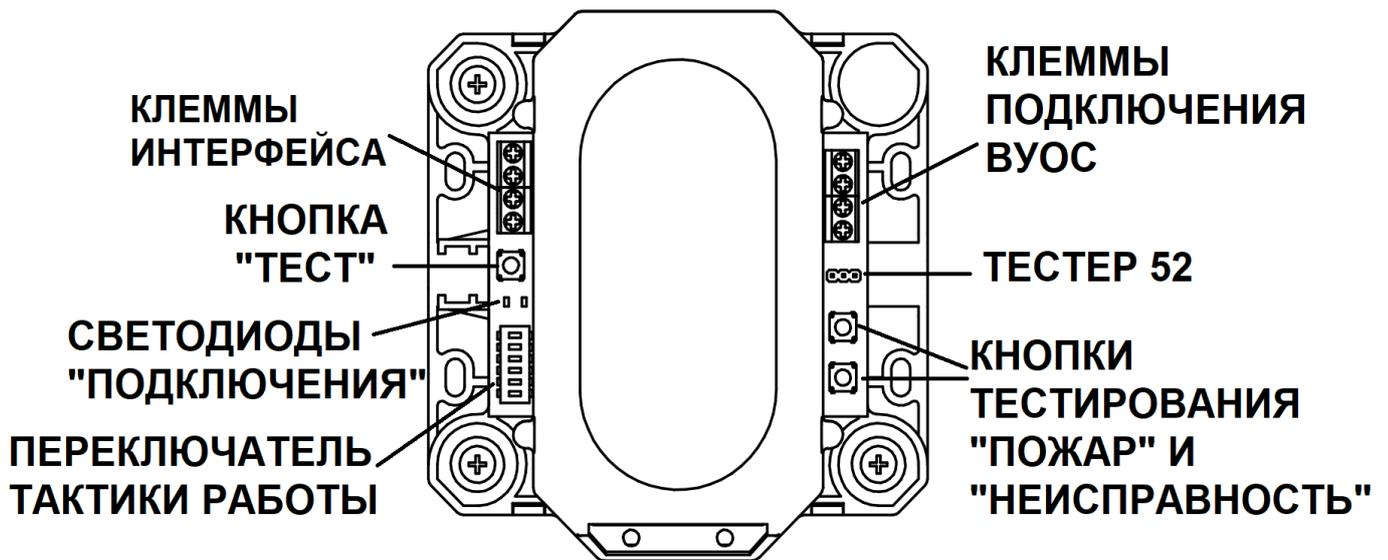

Рисунок 7
3.5.3 Если имеется возможность, то разместите приёмо-передатчик и рефлектор-отражатель напротив друг друга на расстоянии не менее 8 м. Для варианта поставки до 80 м и до 120 м необходимо перекрыть 3/4 поверхности стандартного рефлектора или использовать один из четырёх отражающих элементов рефлектора, демонтировав его в соответствии п. 3.6.2 и рис. 7.